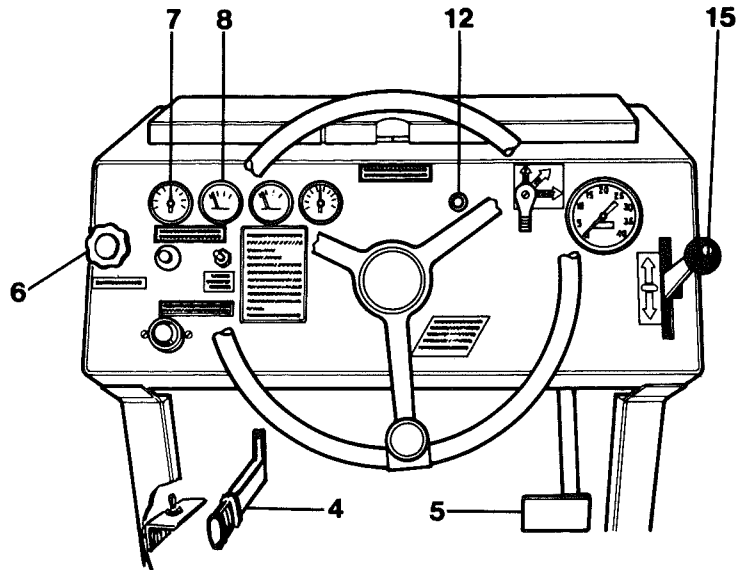

Fig 6
Hastigheten regleras med fram/backreglaget (15), fig 6 (som också är vältens färdbröms).
- 4 Lossa parkeringsbromsen (2), genom att föra spaken framåt-nedåt. Varningslampan (12), fig 6, för parkeringsbromsen skall slockna.
- 5 För fram- och backreglaget (15), fig 6 i önskad färdriktning. Reglera hastigheten med reglaget. Med reglaget i läge NEUTRAL stannar välten.
- 6 Kontrollera under körningen att mätarna visar normala värden och att varningslamporna inte tänds. Max hydrauloljetemp. (8) 82°C (ca 185°F). Max kylvätsketemp. (7), fig 6 100°C (ca 210°F).
- 7 Kontrollera att fotbromsen (5), fig 6 fungerar. (Se skötselinstruktionen).